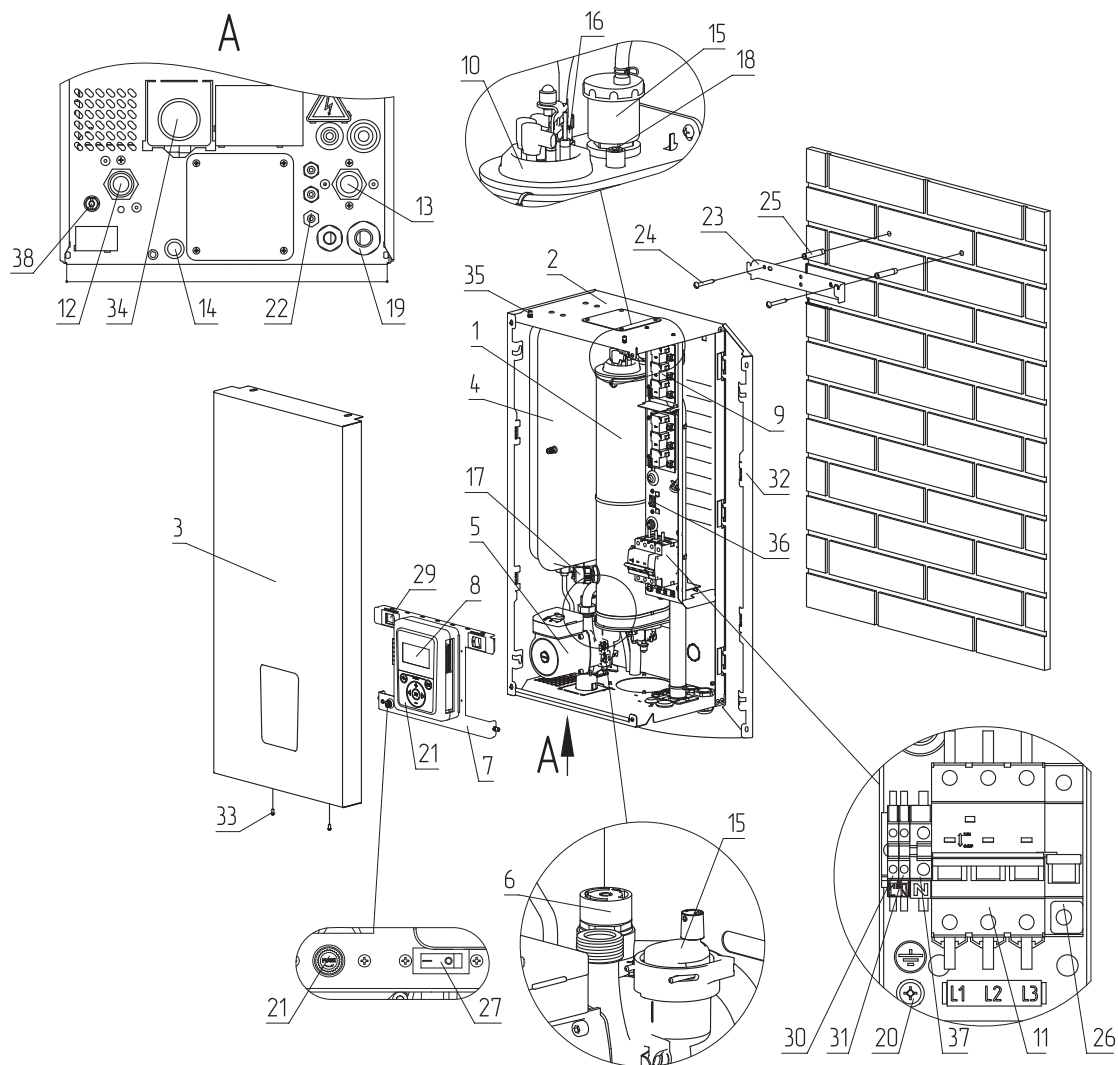

Рис. 2 Устройство котла ZOTA MK-X Slim и ZOTA MK-X Slim Grey 6-24 кВт
Закрепите настенный кронштейн на вертикальной поверхности в необходимом месте с помощью шурупов, входящих в комплект, и установите на него котел, как показано на **Рис. 2**.
- Извлечь перемычки (**Рис. 2, поз. 32**);
- Подключить провода фазы «L» к колодке (**Рис. 2, поз. 30**);
- Подключить провода нейтрали «N» к колодке (**Рис. 2, поз. 31**).
- Включить вводной автомат (**Рис. 2, поз. 11**) вместе с расцепителем в верхнее положение;
- Перевести выключатель (**Рис. 2, поз. 21**) в положение ВКЛ;